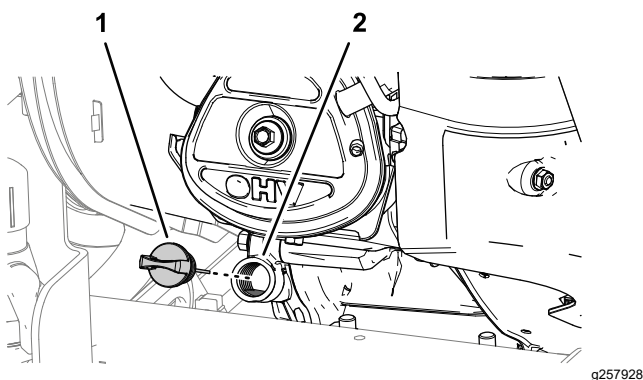

Figure 67
1. Sortez la jauge du goulot de remplissage sur le moteur et essuyez-la sur un chiffon propre (Figure 67).
2. Versez lentement 1,1 L (1,2 pte américaine) d'huile spécifiée dans le carter moteur par le goulot de remplissage (Figure 67).
6. Serrez la jauge à la main dans le goulot de remplissage (Figure 67).